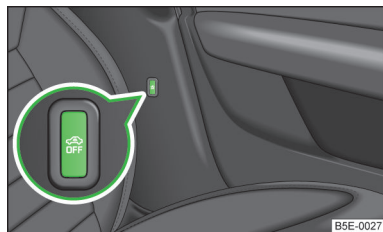

Fig. 18
- Apăsați tasta simbol  » fig. 18 de pe stâlpul B, pe partea șoferului. În tastă se modifică iluminarea simbolului  din roșu în portocaliu.